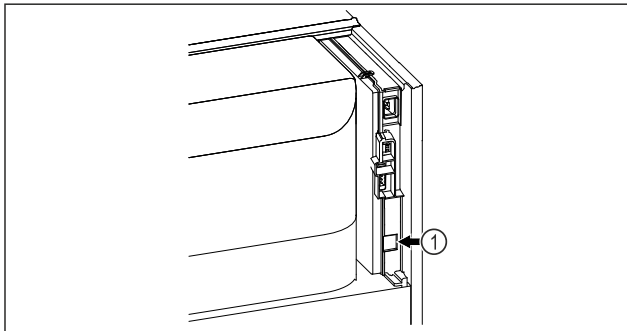

Fig. 47
- SmartModule Fig. 47 (1) se rabi.